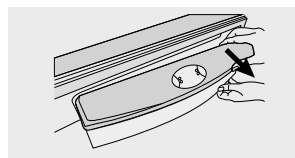
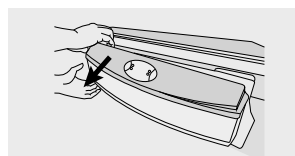

Figura 46
Figura 47
- Con ambas manos en el lado derecho del tanque, hale con suficiente fuerza en dirección hacia usted (figura 46), luego del lado izquierdo del tanque hale nuevamente en la misma dirección, y retírelo completamente (figura 47).